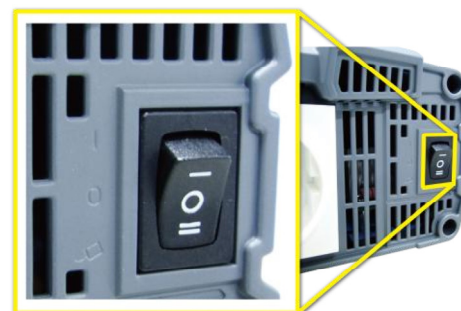

Bild.5 SP-Serie Fernbedienungsmodus
⑦ Anschlusskabel
1. Stellen Sie vor dem Anschließen sicher, dass der Wechselrichter in den Fernbedienungs-Modus geschaltet ist. (Für SP-Serie) - siehe Bild 5